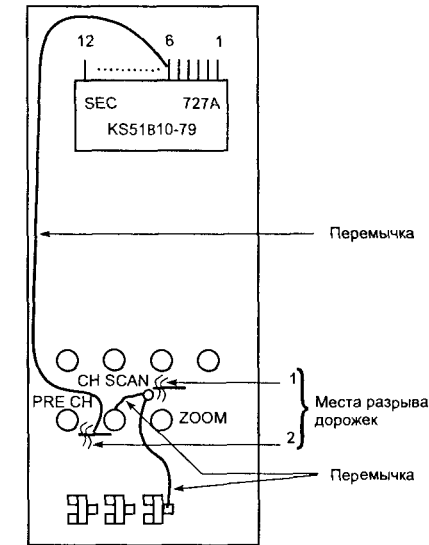
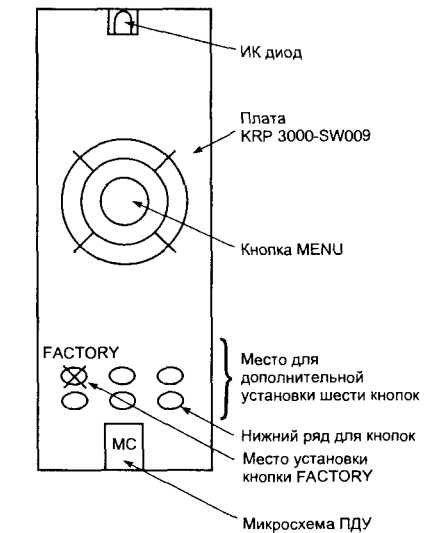

Рис. 1. Схема доработки штатного ПДУ для шасси SW-216AP и SW-1411SP
Рис. 2. Схема доработки штатного ПДУ для шасси SW-2013AP
Для входа в сервисный режим с сервисного ПДУ включают телевизор в рабочий режим и последовательно нажимают на ПДУ кнопки SLEEP — FACTORY. Со штатного ПДУ вход в сервисный режим возможен только после его доработки. Схема доработки ПДУ для шасси SW-216AP и SW-1411SP приведена на рис. 1, а для шасси SW-2013AP — на рис. 2.
- 1. Доработка штатного ПДУ согласно рис. 1 заключается в удалении связей (разрыв дорожек) в двух местах на монтажной плате и установке трех новых перемычек.
- 2. Доработка штатного ПДУ согласно рис. 2 заключается в установке на место кнопки FACTORY одной из редко используемых кнопок (например, CH.SCAN или LANGUAGE). Эту кнопку аккуратно вырезают из резиновой матрицы кнопок.
Для входа в сервисный режим с доработанного ПДУ (рис. 1) последовательно нажимают на нем кнопки SLEEP — CH.SCAN. Если ПДУ доработан согласно рис. 2, то для входа в сервисный режим нажимают кнопку FACTORY. На экране должно отобразиться главное меню сервисного режима (таблице 4). Навигация в главном и во вложенных меню выполняется кнопками P+, P– и OK (для входа в выбранное меню) на ПДУ, а регулировка параметров — кнопками ◀–, ▶+. Но-